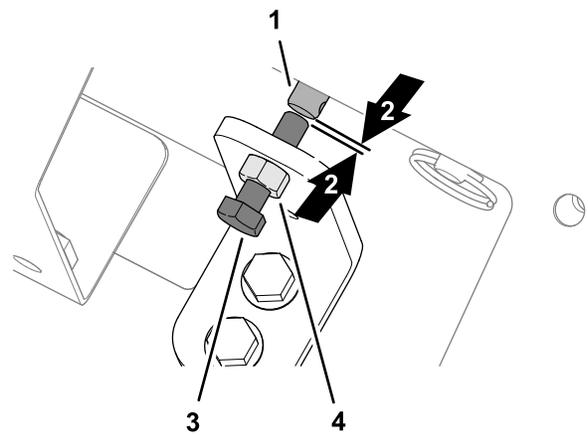

**Figura 32**
1. Gire el tornillo de cabeza hexagonal de la anulación de la válvula en sentido horario para aumentar la velocidad del suelo (Figura 32).